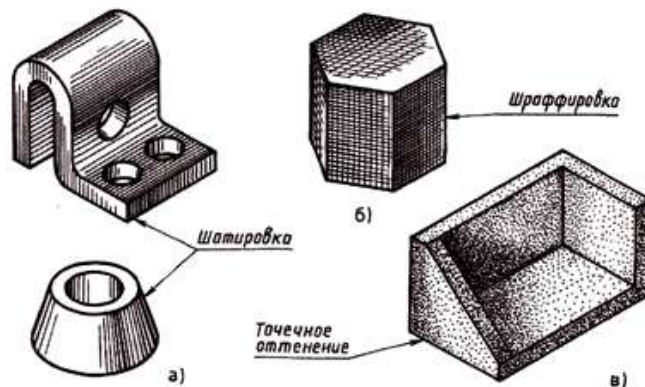

Рис.55 Приемы выявления объема
*Технический рисунок* – это наглядное изображение предмета, выполненное в глазомерном масштабе по правилам построения аксонометрических проекций (рис.55).
Если провести на поверхности предмета вторую группу штрихов в перпендикулярном направлении к проведенным штрихам, то они образуют клеточки. Такое нанесение тени называется – *шрафировкой* (рис.55)